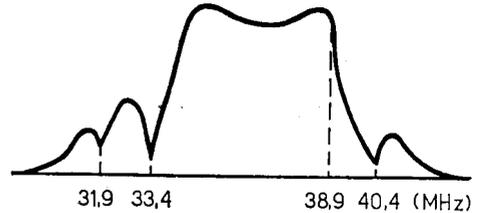

Fig. 3.4.5
- 8) Regolare i nuclei delle trappole L 201, L 202 e L 203, rispettivamente a 31,9 MHz (portante video adiacente), 40,4 MHz (portante suono adiacente) e 33,4 MHz (portante suono) (vedi fig. 3.4.5).